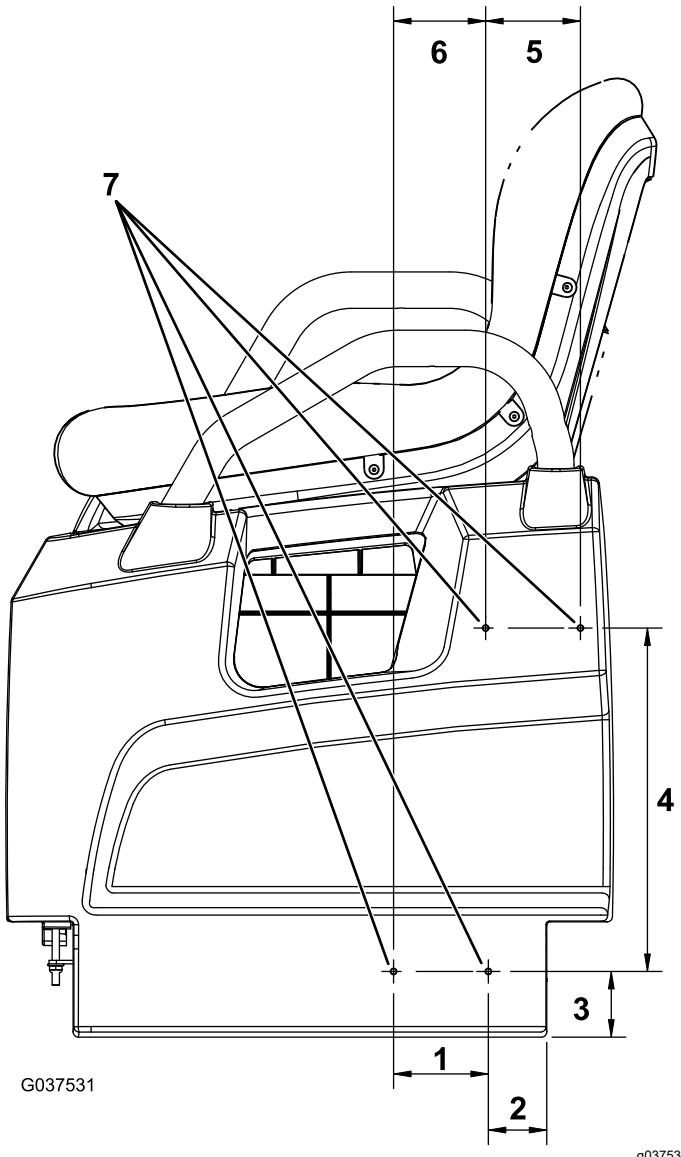

Bild 10
- Messen Sie an der linken Seite der Maschine 51 mm von der unteren, linken Seite des Sitzunterteils und kennzeichnen Sie diese Position (Bild 10).
- Messen Sie 57 mm direkt über diese Position und markieren Sie diese Position (Bild 10).
- Messen Sie 83 mm nach links von der in Schritt 2 markierten Position und markieren Sie diese Position (Bild 10).
- Messen Sie 80 mm nach links von der in Schritt 3 markierten Position, messen Sie dann 299 mm direkt über diese Position und markieren Sie diese Position (Bild 10).
- Messen Sie 83 mm nach rechts von der in Schritt 4 markierten Position und markieren Sie diese Position (Bild 10).
- Bohren Sie in alle vier Markierungen ein Loch mit einem Durchmesser von 5 mm (Bild 10).